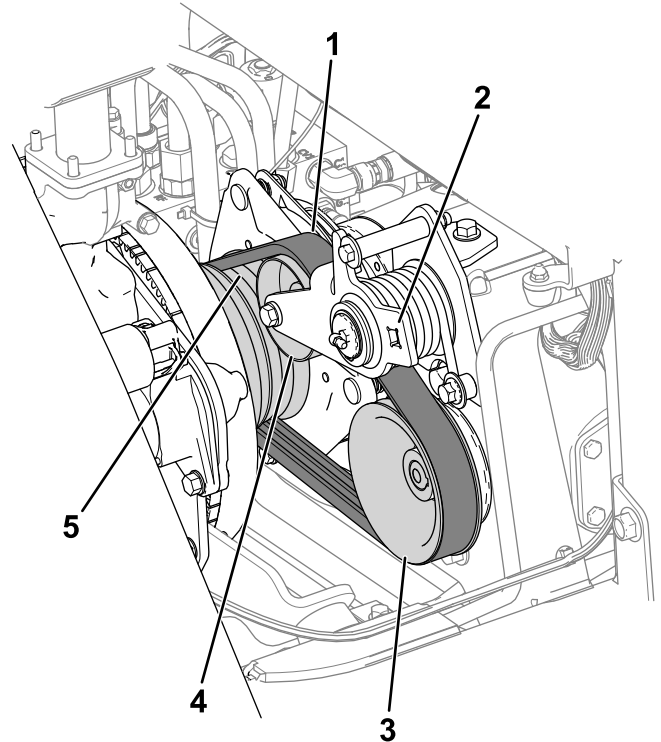

Bild 76
3. Führen Sie den Riemen über die Motorriemenscheibe, die Spannscheibe und der Riemenscheibe der Pumpe (**Bild 76**).